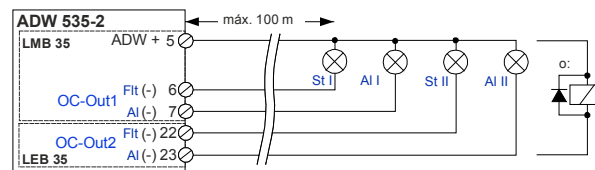

Fig. 29 Conexión de las salidas OC
- Si se conectan dispositivos inductivos (p. ej., relés), deberá instalarse un diodo libre directamente en el dispositivo (**Fig. 29**).